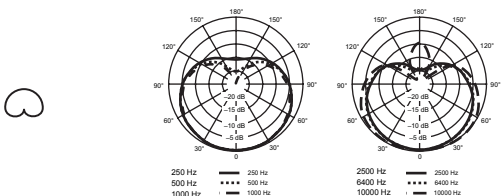

図 3. 標準カーディオイド指向特性
**カーディオイド**。マイクロホンの前面の音に対する感度が最も高く、背面の音に対する感度が最も低くなっています。カーディオイドはライブシーン用途に最も一般的に使用されます。若干幅広いピックアップパターンにより、オフアキシスの音をより寛大にピックアップします。図 3 を参照してください。